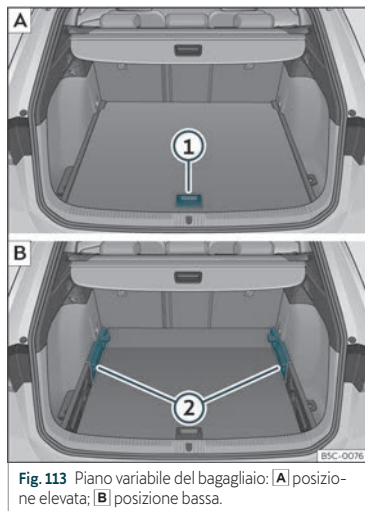

Fig. 113 Piano variabile del bagagliaio: **A**) posizione elevata; **B**) posizione bassa.
- Per passare dalla posizione bassa a quella elevata, sollevare il piano mediante la maniglia»» fig. 113 ①, e tirarlo all'indietro finché la parte anteriore del piano non sarà completamente fuoriuscita rispetto ai supporti »» fig. 113 ②.
- Far scorrere il piano in avanti attraverso i supporti fino a farlo entrare in contatto con lo schienale dei sedili posteriori, e, successivamente, abbassare il piano con la maniglia ①.
- Per passare dalla posizione elevata a quella bassa, sollevare il piano mediante la maniglia »» fig. 113 ①, e tirarlo all'indietro finché la parte anteriore del piano non sarà completamente fuoriuscita rispetto ai supporti »» fig. 113 ②.
- Far combaciare la parte anteriore con il piano e spingere il piano in avanti fino a farlo entrare in contatto con lo schienale dei sedili posteriori, abbassando allo stesso tempo il piano con la maniglia ①.
- Con il piano variabile in posizione elevata, sollevarlo con la maniglia»» fig. 113 ①, tirarlo e spingere verso lo schienale dei sedili posteriori finché il piano non si piega sulla linea della cerniera e la parte mobile del piano non si appoggia sullo stesso.